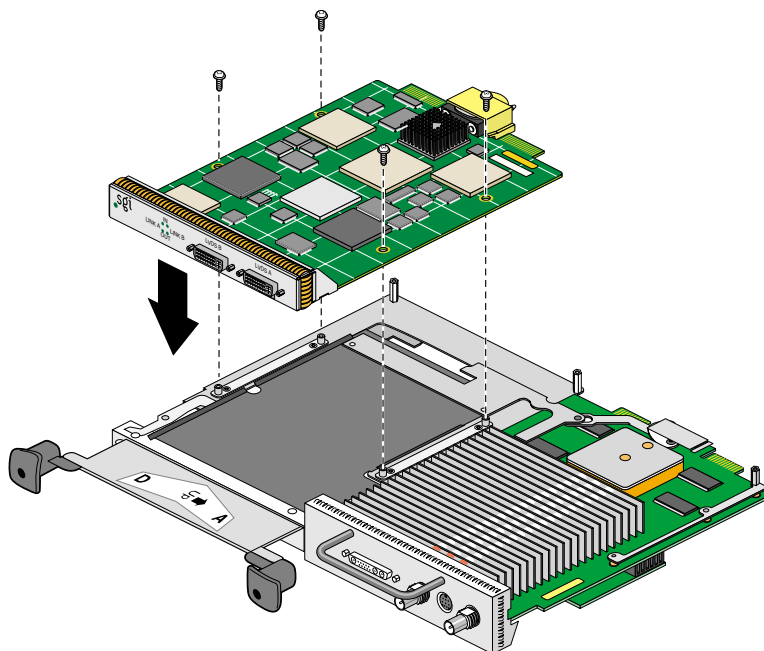

図 2-13 ボードの位置合わせ
2. 図2-13 に示すように、空のスロットにボードを合わせます。